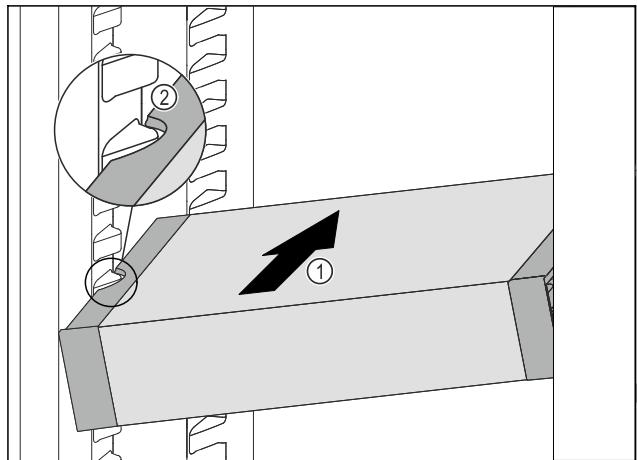

Fig. 89
- ▶ Insérer le VarioSafe en biais dans la partie réfrigérateur Fig. 89 (1) jusqu'à ce que les encoches latérales Fig. 89 (2) du VarioSafe se trouvent à la hauteur de la nervure du bac dans la partie réfrigérateur.